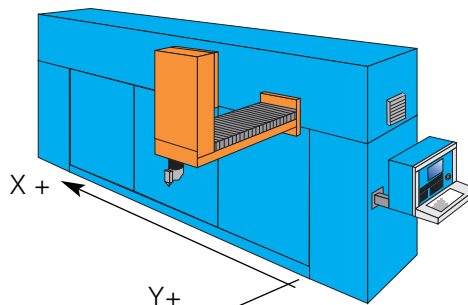

Abb. 57
- 1 - Wagen X und Y auf die Hälfte ihres Hubs verfahren (Abb. 57).